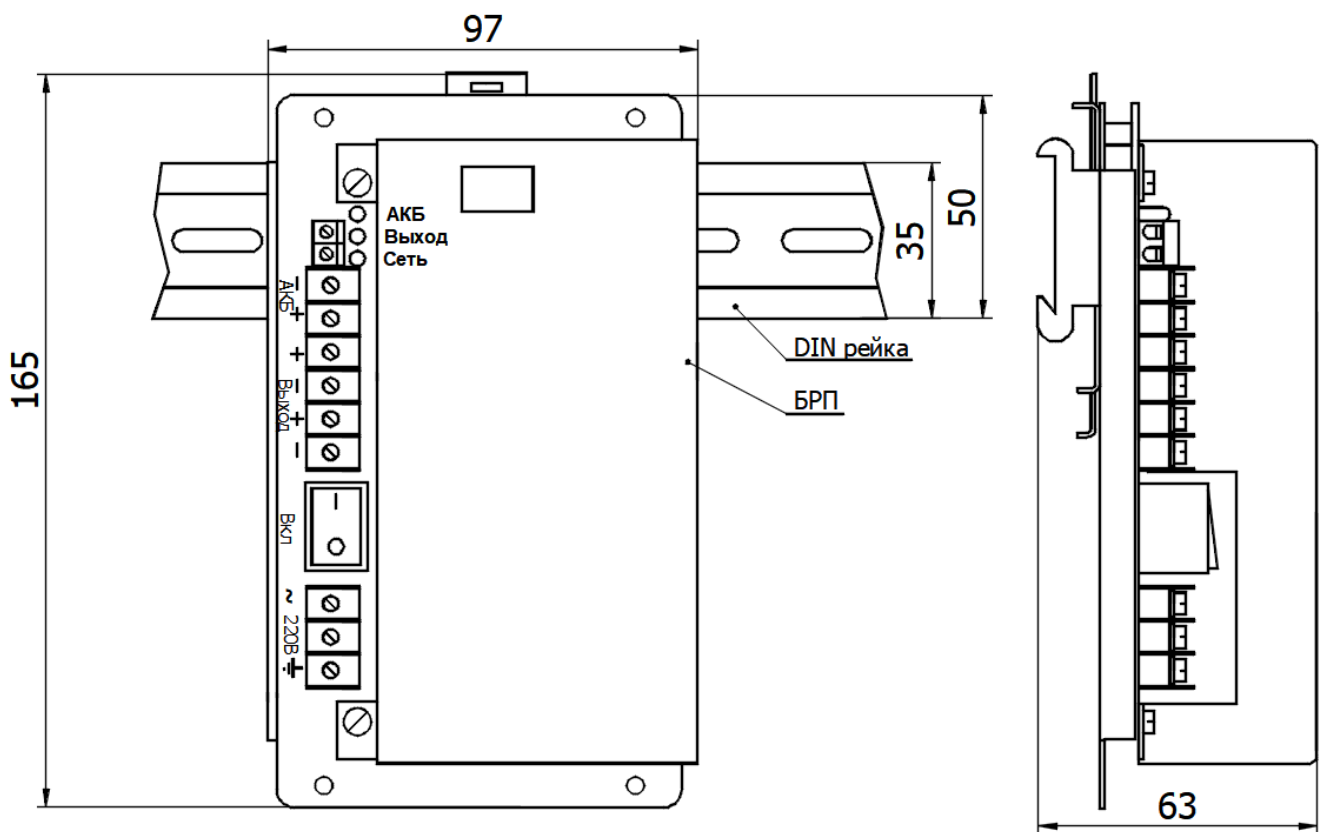

Рисунок 1 - Общий вид БРП
- в) подсоединить провода питания к контактам колодки зажимов  $\sim$  220 В в соответствии с маркировкой (см. рисунок 1);
- е) соединить контакты «+» и «-» внешней аккумуляторной батареи с контактами «+» и «-» колодки АКБ\* (см. рисунок 1). Убедиться в непрерывном свечении единичных индикаторов зеленого цвета АКБ и Выход;